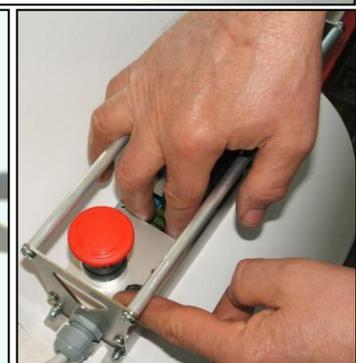

Figura 3
- A- Entrare in modo programmazione tenendo premuti entrambi i pulsanti (figura 2) presenti all'interno della finestrella mentre si alimenta la consolle (figura 3).